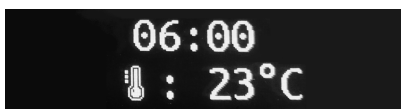

Рисунок 14. Цифровой индикатор Устройства в состоянии ожидания пуска
Нажать кнопку «ON/OFF» (15) пульта управления для активации Устройства. Устройство перейдет в *состояние ожидания пуска*: цифровой индикатор (1) в верхней строке отобразит время нагрева заданное по умолчанию (6 ч), а в нижней строке – символ «» и текущее значение температуры воздуха в помещении (в единицах °C) (рис. 14).